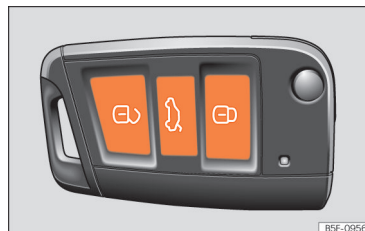

Fig. 52 Chave por comando à distância: teclas.
- Trancar: pressione o botão »» Fig. 52.